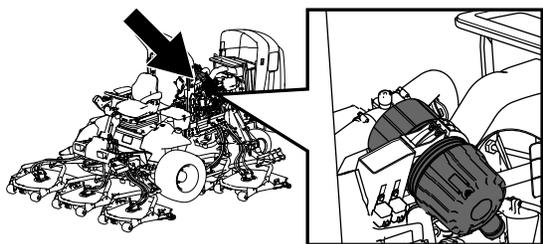

**Bild 81**
Warten Sie den Luftfilter nur, wenn die Wartungsanzeige dies angibt (Bild 81). Das frühzeitige Auswechseln des Luftfilters erhöht nur die Gefahr, dass Schmutz in den Motor gelangt, wenn Sie den Filter entfernen.
2. Stellen Sie die Anzeige (Bild 81) zurück, wenn sie auf Rot steht.